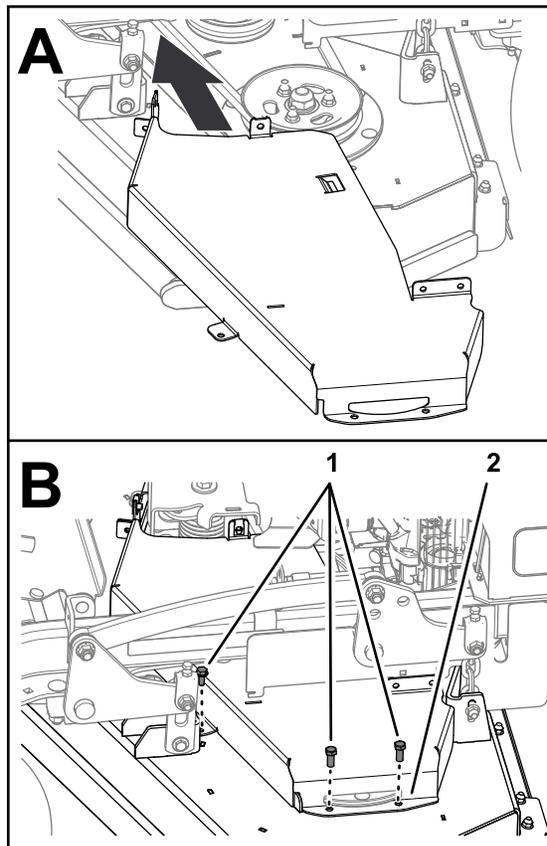

Figura 42
1. Montate il copricinghia sinistro sul piatto (Figura 42) con i 3 bulloni rimossi in Rimozione del copricinghia sinistro (pagina 28).